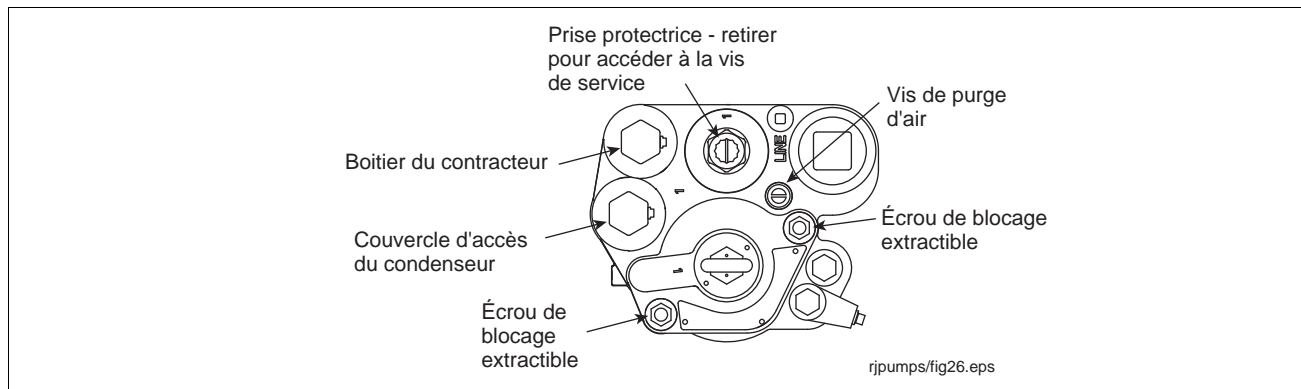

Figure 37. Ecrrous de blocage du corps extractible
2. Retirer les deux écrous de blocage extractibles (voir Figure 37). Les ressorts situés sur les goujons entre le flasque du corps extractible et le collecteur poussent le corps extractible vers le haut et brisent ainsi les joints.